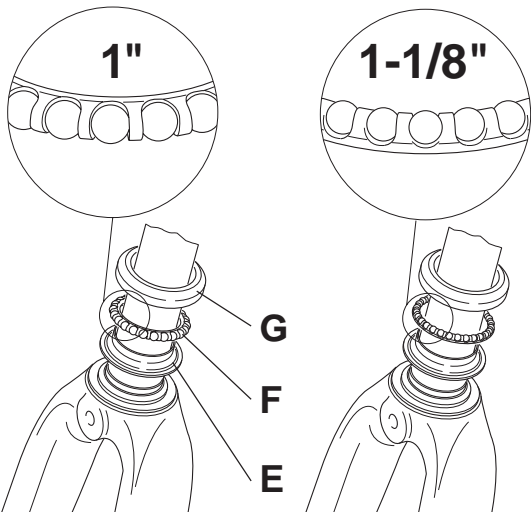
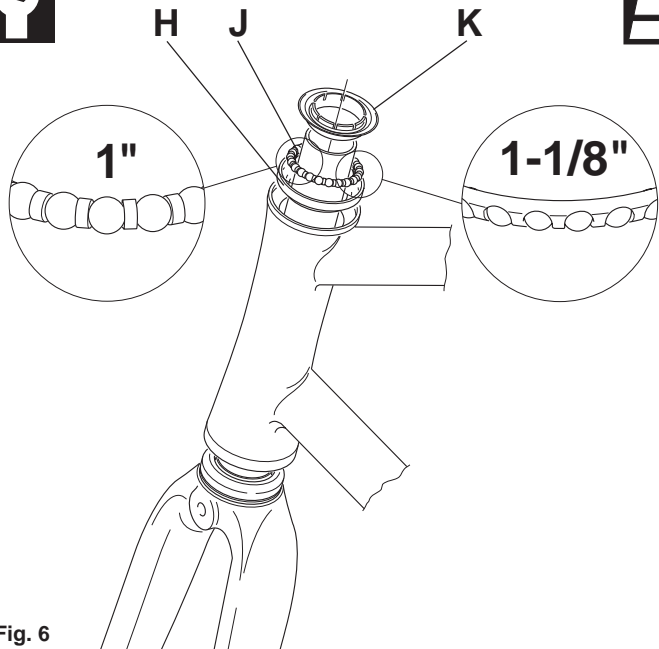

Fig. 5
Fig. 6
I Nota: le due gabbiette a sfere (F - Fig. 5 e J - Fig. 6) sono uguali; anche le due calotte (G - Fig. 5 e H - Fig. 6) sono uguali.
• Posizionate sulla forcella come illustrato (Fig. 5) il cono inferiore (E), la gabbietta a sfere (F) ben ingrassata e prestando attenzione al verso di montaggio (sfere rivolte verso il basso per 1" e verso l'alto per 1-1/8"), e la calotta (G) dopo averne ingrassato abbondantemente l'interno.
GB Note: the two retainer bearings (F - Fig. 5 and J - Fig. 6) are identical and also the two bearing cup races (G - Fig. 5 and H - Fig. 6) are also identical.
• Insert onto the fork, as shown in fig.5: the lower bearing cone race E, the retainer bearing (F) making sure is well greased and paying attention to the orientation (balls facing downward for 1" and facing upward for 1-1/8"), and the bearing cup race G, which must be well-lubricated internally.
D Hinweis: Die beiden Kugelringe (F - Abb. 5 und J - Abb. 6) sind identisch; auch die beiden Lagerschalen (G - Abb. 5 und H - Abb. 6) sind gleich.
• Wie (in Abb.5) dargestellt, den unteren Konus (E), den gut gefetteten Kugelring (F) unter Beachtung der Montagerichtung (Kugeln nach unten gerichtet bei 1"-Gabel und nach oben gerichtet bei 1-1/8"-Gabel) aufsetzen, dann die innen ebenfalls sehr gut eingefettete Lagerschale (G) auf der Gabel positionieren.
F Note : les deux cages à billes (F - Fig. 5 et J - Fig. 6) sont les mêmes, ainsi que les deux cuvettes (G - Fig. 5 et H - Fig. 6).
• Comme le montre la figure 5, positionner sur la fourche le cône inférieur (E), la cage à billes (F) bien graissée en faisant attention au sens de montage (billes tournées vers le bas pour 1" et vers le haut pour 1-1/8"), ainsi que la cuvette (G) après avoir largement graissé son intérieur.
E Nota: los dos portabolas (F - Fig. 5 y J - Fig. 6) son iguales, así como las dos cazoletas (G - Fig. 5 y H - Fig. 6).
• Colocar en la horquilla, como indicado (Fig. 5), el cono inferior (E) y el portabolas (F) bien engrasado, teniendo cuidado de ponerlos en el sentido apropiado (bolas dirigidas hacia abajo para 1" y hacia arriba para 1-1/8"), y la cazoleta (G) tras haber engrasado abundantemente la parte interior.
NL Opmerking: de twee kogellagers (F - fig. 5 en J - fig. 6) zijn identiek en ook de twee kogelcups (G - fig. 5 en H - fig. 6) zijn identiek.
• Plaats op de vork, zoals getekend in fig 5: de onderste kogellagercup (E) en de bijbehorende kogellagers. Zorg ervoor dat de kogellagers goed ingevet zijn en dat ze in de juiste richting geplaatst worden (naar beneden gericht voor 1" en naar boven gericht voor 1-1/8". Plaats vervolgens de kogellagercup (G).
I • Inserite la forcella nel tubo sterzo del telaio e posizionatevi come illustrato (Fig. 6) la calotta (H) dopo averne ingrassato abbondantemente l'interno, la gabbietta a sfere (J) ben ingrassata prestando attenzione al verso di montaggio (sfere rivolte verso l'alto per 1" e verso il basso per 1-1/8") e infine il cono superiore (K).
GB • As shown in fig. 6, insert the fork steerer into the head tube of the frame. Before inserting the bearing cup race (H) and the retainer bearing (J), lubricate both thoroughly, paying attention to the orientation (balls facing downward for 1" and facing upward for 1-1/8"), and then insert the upper bearing cone race K (CAUTION!: this is different from part E. Do not confuse these two parts).
D • Die Gabel in das Gabelschaftrohr des Rahmens einführen und dann (wie in Abb. 6 dargestellt) die innen sehr gut eingefettete Lagerschale (H) einsetzen. Danach unter Beachtung der Montagerrichtung (Kugeln für 1" nach oben gerichtet und für 1-1/8" nach unten gerichtet) den gut gefetteten Kugelring (J) und schließlich den oberen Konus (K) einsetzen.
F • Insérer la fourche dans le tube de direction du cadre. Comme le montre la figure 6, y positionner la cuvette (H) après l'avoir largement graissée à l'intérieur, la cage de billes (J) bien graissée elle aussi, en faisant bien attention au sens de montage (avec les billes tournées vers le haut pour 1" et vers le bas pour 1-1/8"). Monter enfin le cône supérieur.
E • Meter la horquilla en la barra de dirección del cuadro y, como aparece en la Fig. 6, colocar la cazoleta (H) tras haber engrasado abundantemente su parte interior, y el portabolas (J) bien engrasado, teniendo cuidado de ponerlos en el sentido apropiado (bolas dirigidas hacia arriba para 1" y hacia abajo para 1-1/8"), y por último, instalar el cono superior (K).
NL • Plaats de vorkbuis in de balhoofdbuis van het frame, zoals afgebeeld in fig. 6, plaats de kogellagercup (H) en de bijbehorende kogellagers (J). Zorg ervoor dat de kogellagers goed ingevet zijn en dat ze in de juiste richting geplaatst worden (naar beneden gericht voor 1" en naar boven gericht voor 1-1/8"). Plaats vervolgens de bovenste kogellagercup K (aandacht: dit is anders dan deel E).